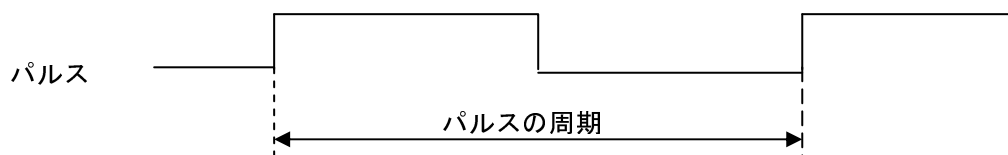

図 2.1 パルス周期測定タイミング
- 1) 図 2.1に示すようにパルスの周期を測定し、結果を RAM に保存します。